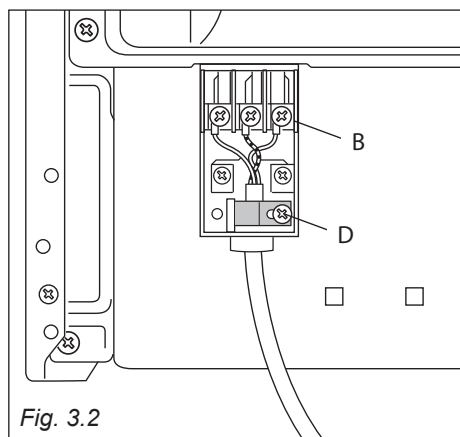

Fig. 3.2
- Svitare il fissacavo "D" (fig. 3.2).